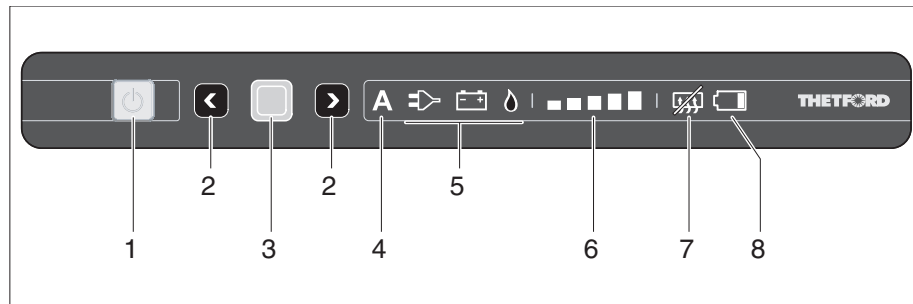

Fig. 323 Elementi di comando e di segnalazione per il frigorifero (Thetford senza SES)
- Premere il tasto (Fig. 323,1). Il pulsante si accende in verde. Premere di nuovo il pulsante per visualizzare le impostazioni correnti.
- Premere il tasto (Fig. 323,1) e tenerlo premuto. Tutte le lampade si spengono.
Se è selezionato il funzionamento automatico, nel quadro comandi sono accesi l'indicatore del funzionamento automatico (Fig. 323,4) e la miglior fonte disponibile (Fig. 323,5).
- Premere il tasto di conferma (Fig. 323,3) e mantenerlo premuto. I simboli delle modalità di funzionamento (Fig. 323,5) iniziano a lampeggiare.
- Con i tasti di selezione (Fig. 323,2) selezionare il funzionamento a gas ed applicare la selezione con il tasto di conferma (Fig. 323,3).
- Con i tasti di selezione (Fig. 323,2) selezionare il funzionamento a 230 V ed applicare la selezione con il tasto di conferma (Fig. 323,3).
- Con i tasti di selezione (Fig. 323,2) selezionare il funzionamento a 12 V ed applicare la selezione con il tasto di conferma (Fig. 323,3).
- Premere di nuovo il tasto di conferma (Fig. 323,3). L'indicatore dello stadio di raffreddamento (Fig. 323,6) inizia a lampeggiare.
- Con i tasti di selezione (Fig. 323,2) selezionare lo stadio di raffreddamento desiderato ed applicare la selezione con il tasto di conferma (Fig. 323,3).